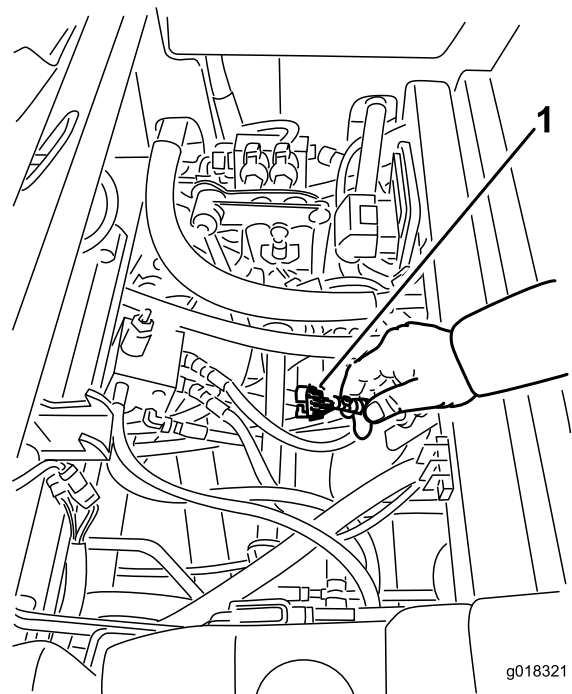

Figura 39
3. Localice el arnés de cables y los conectores, que están situados cerca del controlador (Figura 39).